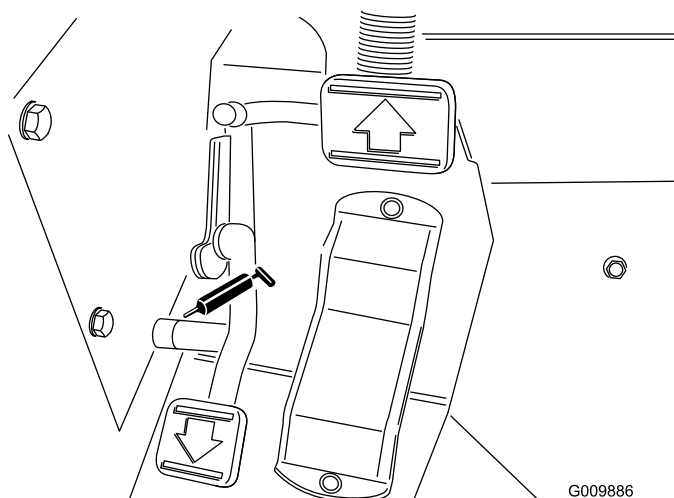

Figura 41
- Hastes de articulação (3) (Figura 41)